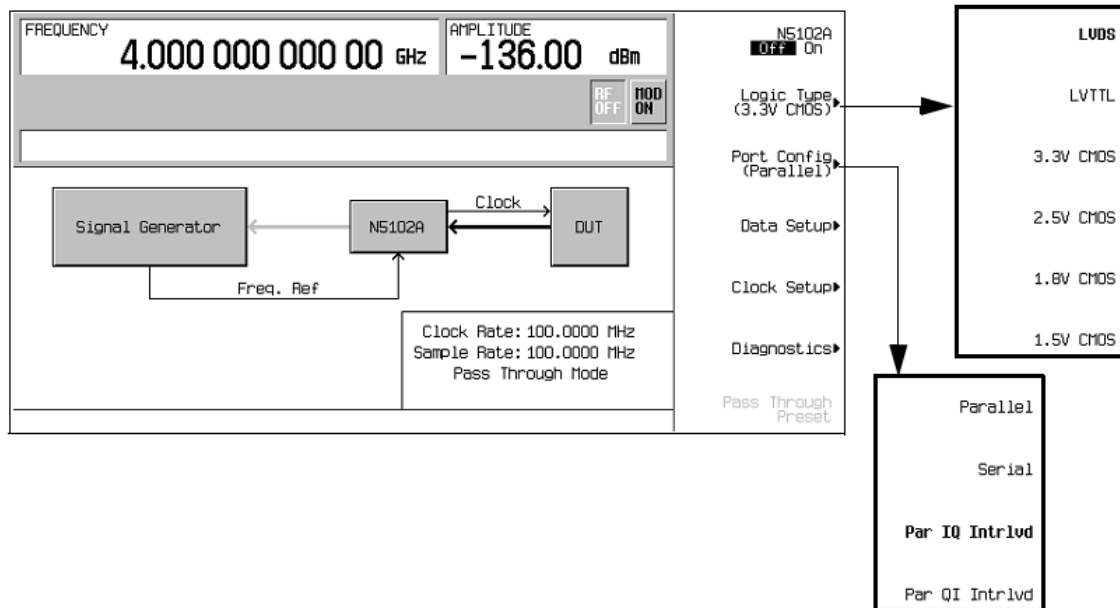

Рисунок 12-16. Меню функциональных клавиш выбора логики и конфигурации порта
1. Нажмите функциональную клавишу **Logic Type** (см. Рисунок 12-16).
3. Нажмите функциональную клавишу **Port Configuration** (см. Рисунок 12-16).